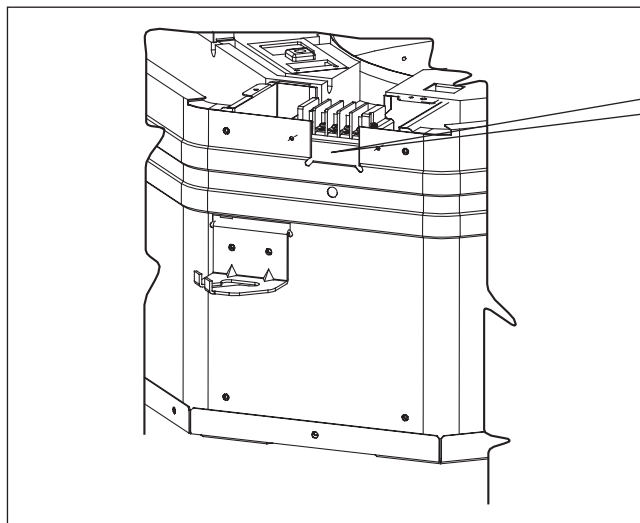

Abb. 4
2. Die Kabel durch das Loch ziehen, wie in Abbildung 4 und 5 dargestellt. Die Höhe des Lochs nicht überschreiten.